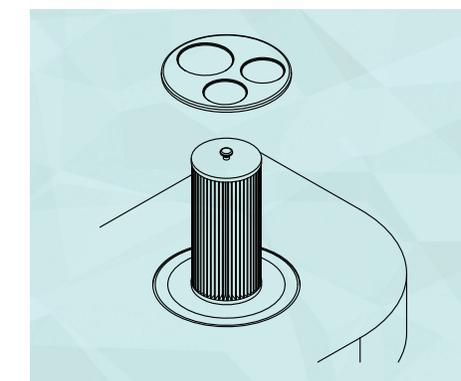

Figura 18 - Sistema filtrante
- Desencaixe o cartucho (elemento filtrante) do sistema filtrante (**figura 18**).